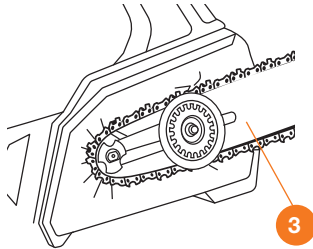

Рис. 4
- Сориентируйте цепь по направлению движения режущего зуба и установите пильную шину с цепью **3** на пилу. Разместите цепь на ведущей звездочке и совместите отверстие шины с штифтом натяжения цепи (Рис. 4).